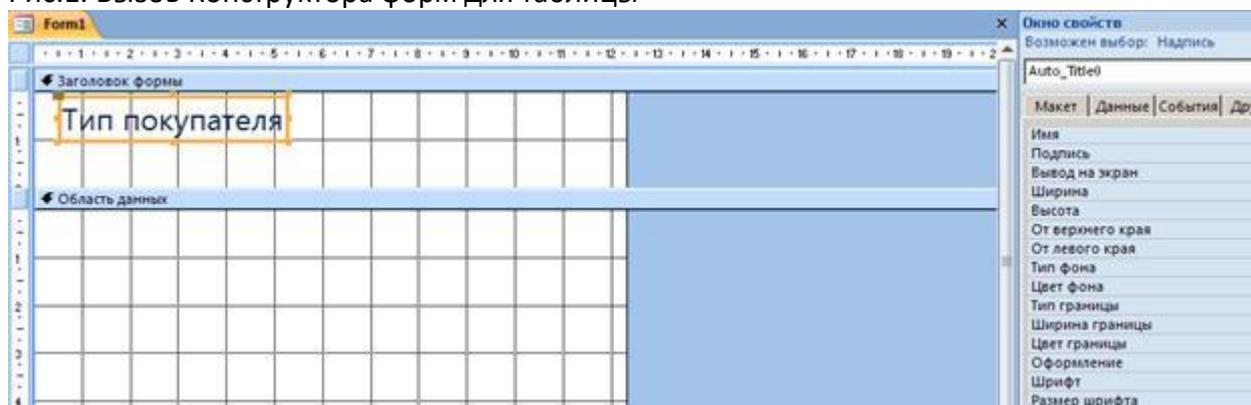

Рис.2. Оформление ЗАГОЛОВКА формы
2. В области ЗАГОЛОВОК поместите текст с названием формы с помощью элемента НАДПИСЬ из панели инструментов (рис.2).
4. Выберите из контекстного меню команду СВОЙСТВА. Настройте внешний вид надписи (рис.2).